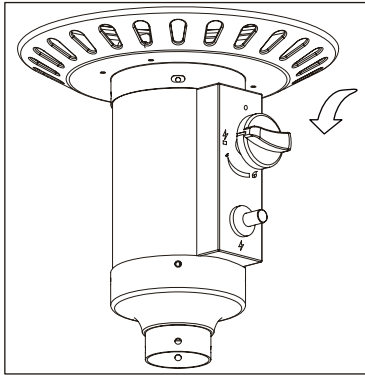

Figura 3
- Presione la perilla de control y gire a la izquierda para “PILOTO” (🔥) (Figura 3).